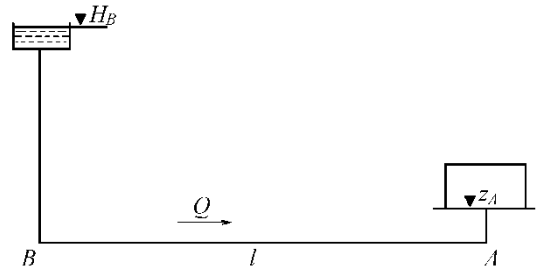

Рис. 2
3. Определить диаметр трубопровода для подачи 15 л/с воды от водонапорной башни B до предприятия A (рис. 2) при длине трубопровода $l = 1000$ м, отметке уровня воды в башне $H_B = 32$ м, геодезической отметке в конце трубопровода $z_A = 2$ м и свободном напоре $H_{св} \geq 12$ м, если трубы: